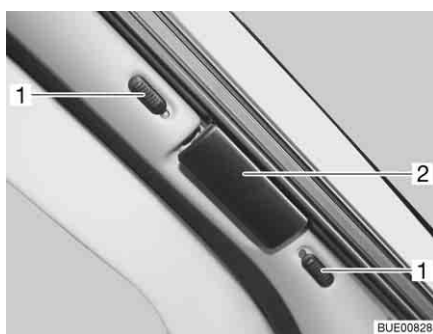

Fig. 22 Dispositif occultant plissé pour le pare-brise
- Pousser les deux moitiés du dispositif occultant plissé pour le pare-brise par la poignée (Fig. 22,2) à fond vers l'extérieur.
- Pousser les boutons de verrouillage (Fig. 22,1) vers le bas ou vers le haut. Si le point rouge est visible, le dispositif de verrouillage est ouvert.